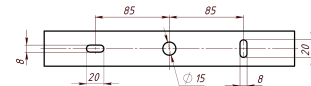

Рисунок 1
3.2 Установить светильник на монтажную поверхность, закрепить его винтами через монтажные отверстия скобы. Размер и положение отверстий приведено на рис. 1.